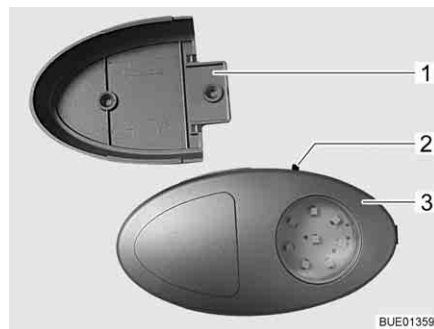

Fig. 57 Lámpara del armario ropero
- ▷ La lámpara del armario ropero puede ser extraída del soporte atornillado (Fig. 57,1) y ser usada como linterna.
El interruptor (Fig. 57,2) está instalado directamente en la lámpara del armario ropero (Fig. 57,3).